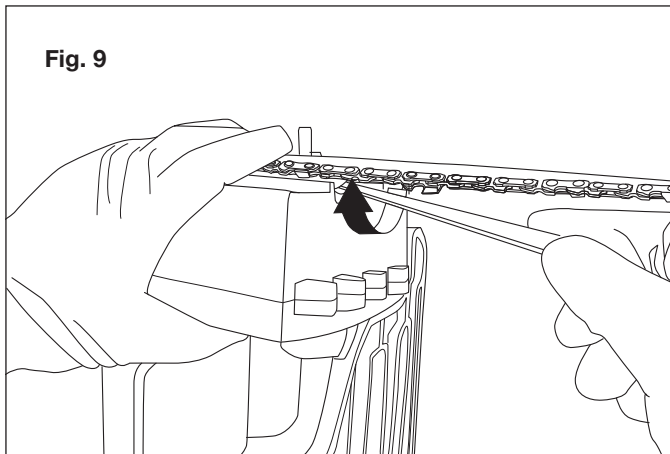

Fig. 9
1. Desserrez l'écrou de coiffe arrière jusqu'à ce que vous puissiez le desserrer à la main. Pour tendre la chaîne, utilisez le tournevis à lame plate et tournez la vis du tendeur de chaîne dans le sens des aiguilles d'une montre. Une chaîne froide sera correctement tendue s'il n'y a pas de jeu sur la face inférieure du guide-chaîne, si la chaîne repose bien sur le guide-chaîne et si on peut toujours la faire tourner à la main sans qu'elle grippe (Fig. 9).